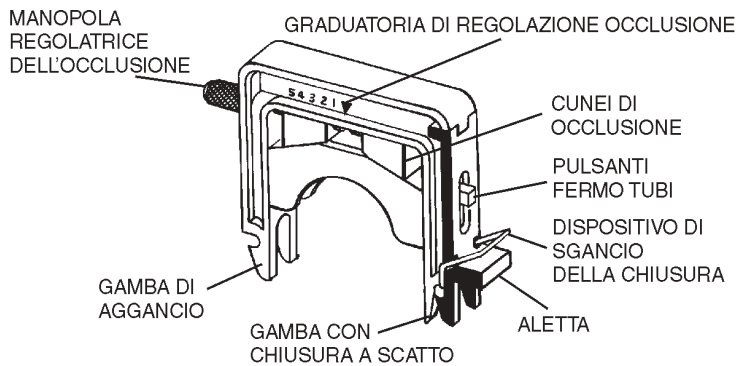

FIGURA 4 INSIEME CARTUCCIA
1. Girare la manopola regolatrice dell'occlusione in senso antiorario fino ad ottenere la massima apertura (vedi Figura 4). Questa operazione non è necessaria quando l'occlusione è regolata secondo l'impostazione di fabbrica o se l'occlusione è stata già regolata correttamente durante un'operazione di pompaggio precedente.
5. Spostare la cartuccia con il tubo sopra il rotore e premere in basso sull'aletta (vedi Figura 4) finché la chiusura non si chiude con uno scatto (vedi Figura 6E). **Nota:** premere la cartuccia quanto basta, come indicato nella Figura 6E per facilitare l'aggancio e lo sgancio.
2. Spingere in giù sul lato della chiusura della cartuccia (*vedi* Figura 6E) e tirare in fuori la gamba della chiusura per sganciarla dall'asta. Per facilitare l'operazione, premere il dispositivo di sgancio della chiusura (*vedi* Figura 4).
(4) Pompaggio bidirezionale